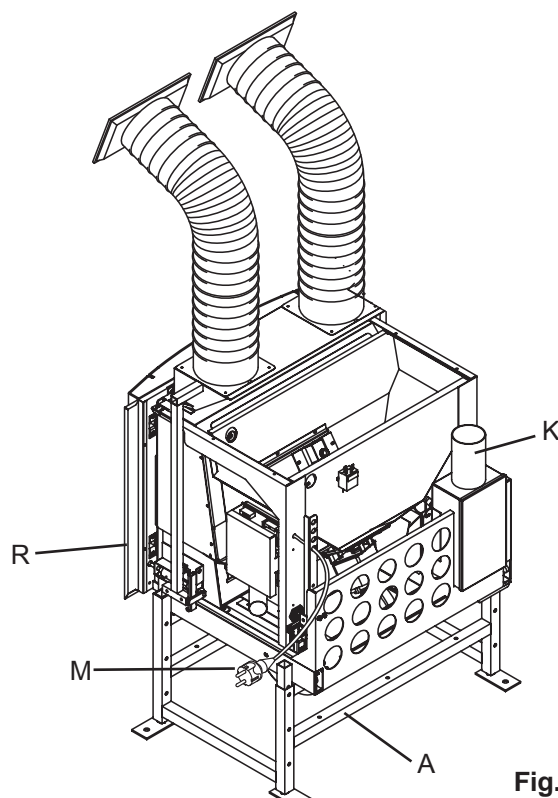
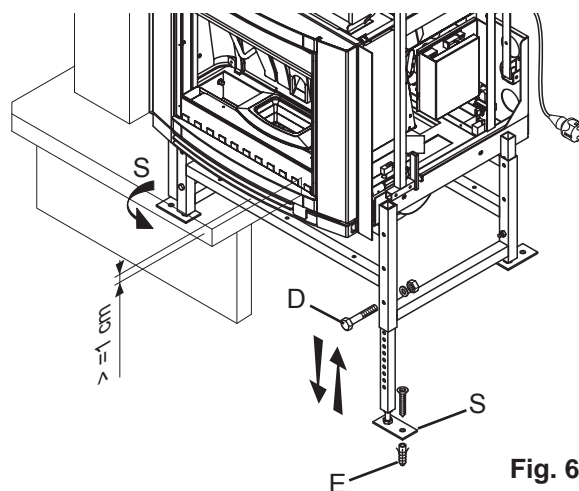
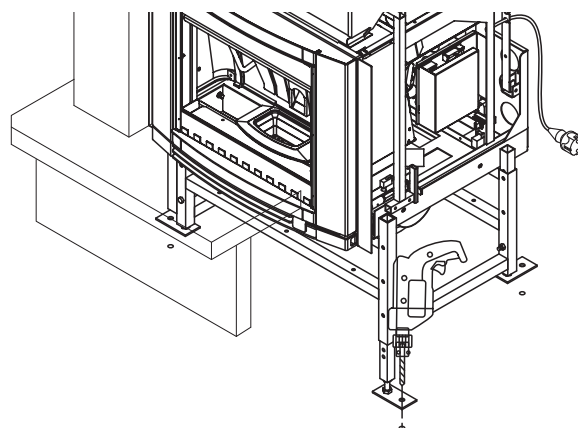

Fig. 6.1.1
Fig. 6.1.2
Fig. 6.1.3
Il telaio d'estrazione è composto di (Fig. 6.1.1):
Installazione (Fig. 6.1.1, Fig. 6.1.2, Fig. 6.1.3):
1. Variare l'altezza della stufa agendo sui bulloni (D) posti sui montanti del telaio;
2. Livellare il telaio avvitando o svitando i piedini a zampa d'oca (S).
4. Eseguire 4 fori Ø 8 per il fissaggio a terra del telaio (Fig. 6.1.3). Usare come dima il telaio stesso.
5. Fissare i piedini (S) del basamento con robusti tasselli ad espansione in acciaio Ø 8 mm (E);
6. Collegare il collettore di scarico (K) al condotto uscita fumi;
8. Prevedere l'arrivo della linea elettrica sul retro della stufa (M);